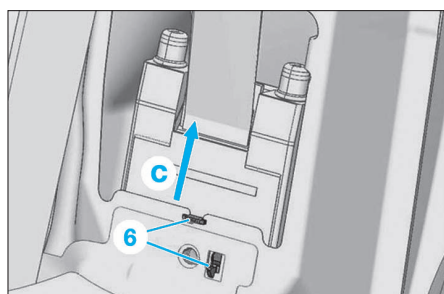

FIG. 20
- Déverrouiller les ergots de maintien (6) suivant (c) (Fig.20).